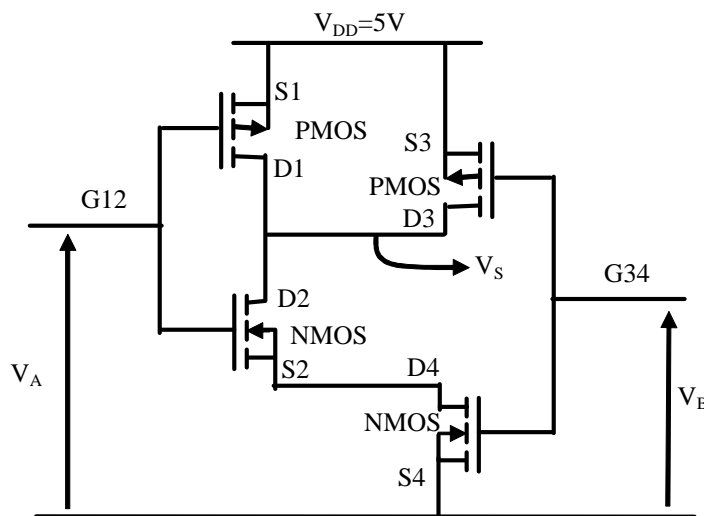

Figure 6 : porte logique à étudier
- Le circuit présenté sur la figure 6 comporte deux entrées : V_A et V_B , et une sortie V_S . Il s'agit d'une porte logique. A partir du schéma, déduisez la table de vérité $V_S(V_A, V_B)$ de ce circuit. Pour ce faire, analysez l'état des transistors selon les 4 cas possibles à l'entrée : ($V_A=0$ et $V_B=0$) ; ($V_A=0$ et $V_B = V_{DD}$) ; ($V_A = V_{DD}$ et $V_B = 0$) ; ($V_A=V_{DD}$ et $V_B=V_{DD}$).
- Donner un schéma de câblage (position des appareils) permettant la mesure de cette puissance à partir de la figure 6. Précisez les grandeurs mesurées (DC, AC ou AC+DC...).
- Câblez votre montage pour obtenir la porte logique dont le schéma est donné figure 6.